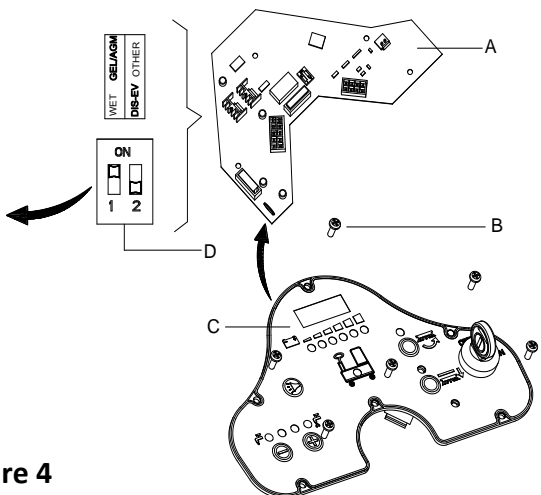

Figure 4
Lors de l'installation de nouvelles batteries, suivre la Figure 4 pour régler l'interrupteur DIP, sinon les batteries peuvent être endommagées à cause d'un mauvais réglage.
1. Insérer la clé de contact (40) et tourner vers « marche », faire attention aux points ci-dessous pendant les premières secondes de démarrage de la machine:
- Si le voyant vert (37) clignote, la machine est configurée pour utiliser des batteries GEL/AGM.
- Si le voyant jaune (33) clignote, la machine est configurée pour utiliser des batteries AGM EV Discover.
- Si le voyant rouge (32) clignote, la machine est configurée pour utiliser des batteries AVEC ENTRETIEN.
4. Dévisser la vis (B, Figure 4) sur le panneau de contrôle, puis tourner le PCBA (A) sur le panneau pour trouver l'interrupteur DIP (D), suivre la Figure 4 pour les réglages DIP.